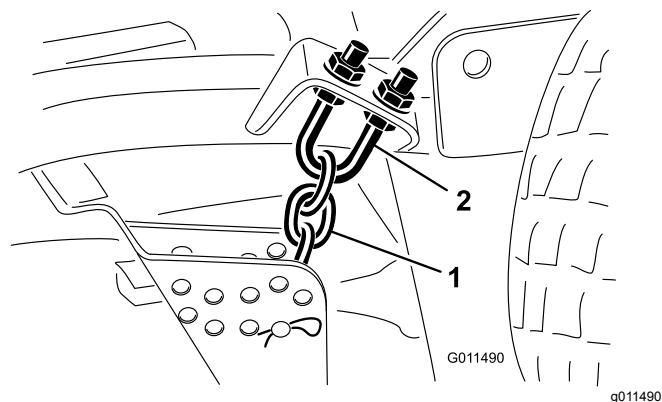

Bild 100
1. Lockern Sie die Klemmmuttern an der Ober- oder Unterseite des U-Bügels an der Schnitthöhenkette (**Bild 100**).